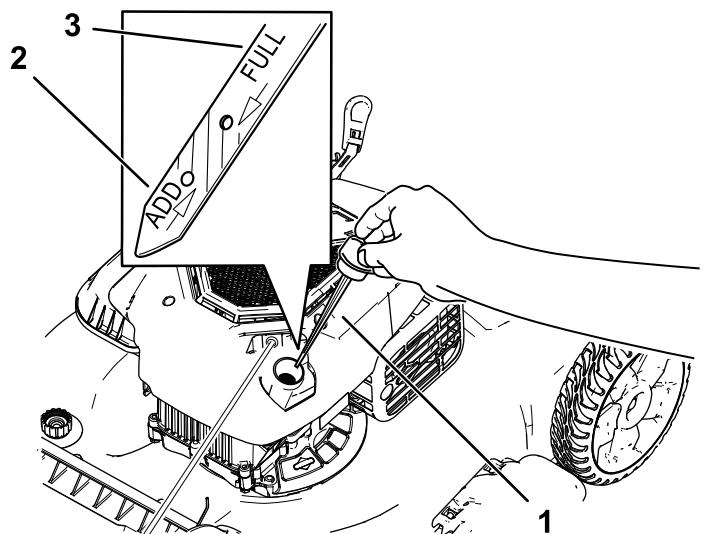

図 22
- キャップを左に回してディップスティックを抜き取る図 22。
10. ディップスティックの目印で油量を点検する図 22。